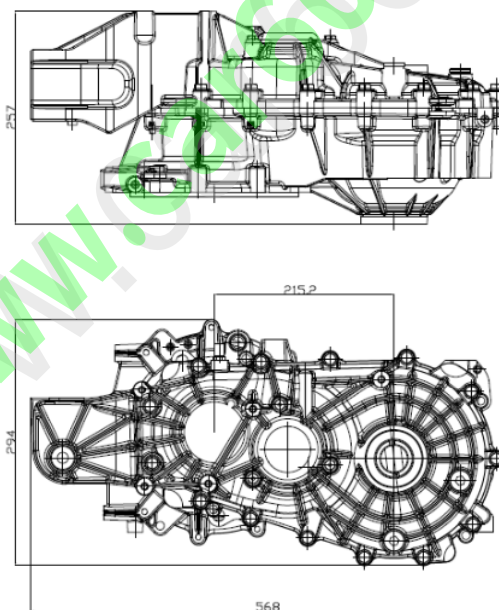

图 7
2. 变速箱总成外观尺寸大小：A×B×C=568mm×294mm×257 mm（见下图 7）：